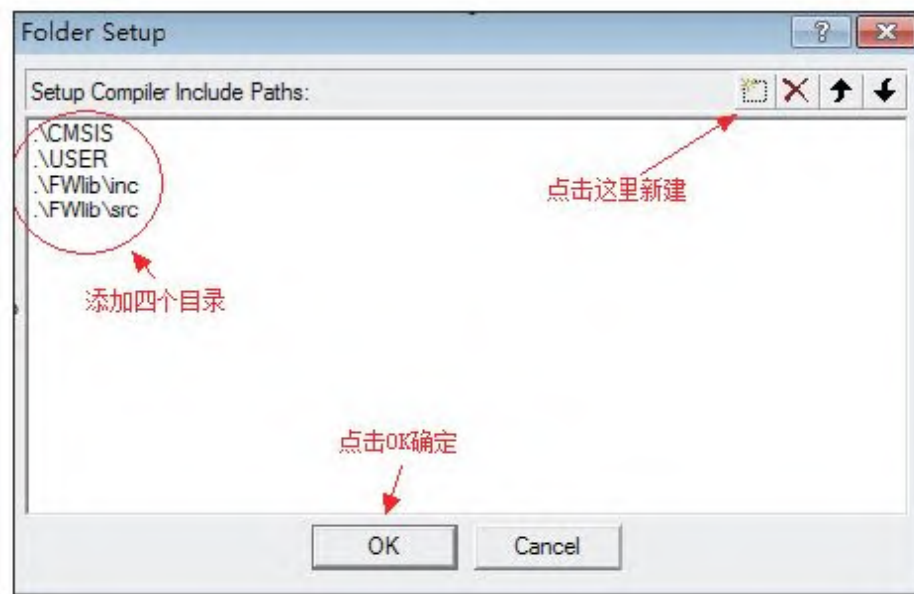

图 3-23 设置头文件路径
17) 在Include Paths栏点击 ，在这里添加库文件的搜索路径，这样就可以屏蔽掉默认搜索路径。如果没有添加这些路径，Keil编译器找不到ST官方库的头文件就会从它的默认标准库搜索，这时添加的一般是旧版的ST官方库文件，导致出错，见图3-23。